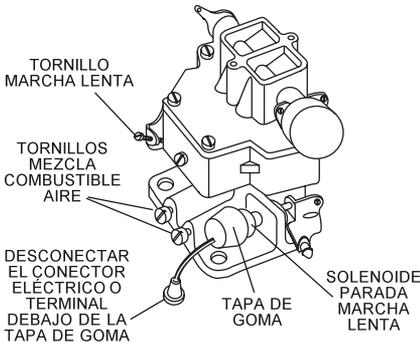

Fig.1
2. Sacar el filtro de aire. Destornillar el tornillo regulador de la marcha lenta (Fig.1) hasta que la válvula del acelerador quede bien cerrada. Si el carburador también tiene un tornillo de purga de aire, girarlo en sentido horario hasta su límite. En ambos casos, contar el número de vueltas para poder dejarlos en su posición original después de las pruebas.
3. Si el vehículo está equipado con solenoide de parada de marcha lenta desconectar el cable eléctrico en la base del solenoide, debajo de la tapa de goma o en el conector. Fig.1